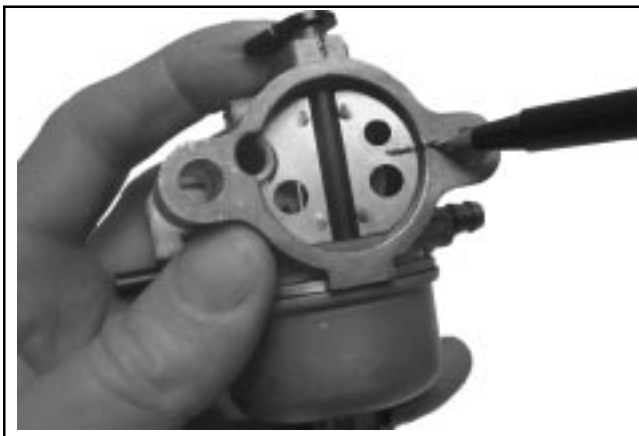

Figure 5-7. Marquage de la plaque du starter et du corps du carburateur.
1. Les bords de la plaque du starter étant biseautés, marquer la plaque et le corps du carburateur afin d'assurer une remise en place correcte. Voir la Figure 5-7.